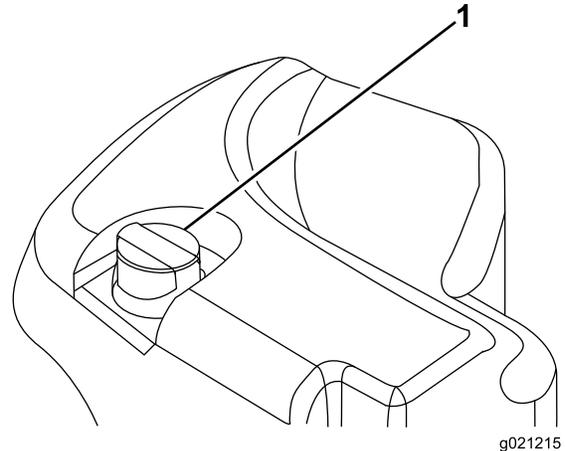

図 29
2. 油圧オイルタンクの注油口周辺をきれいに拭き、キャップ 図 29 を外す。給油口からキャップを取る。